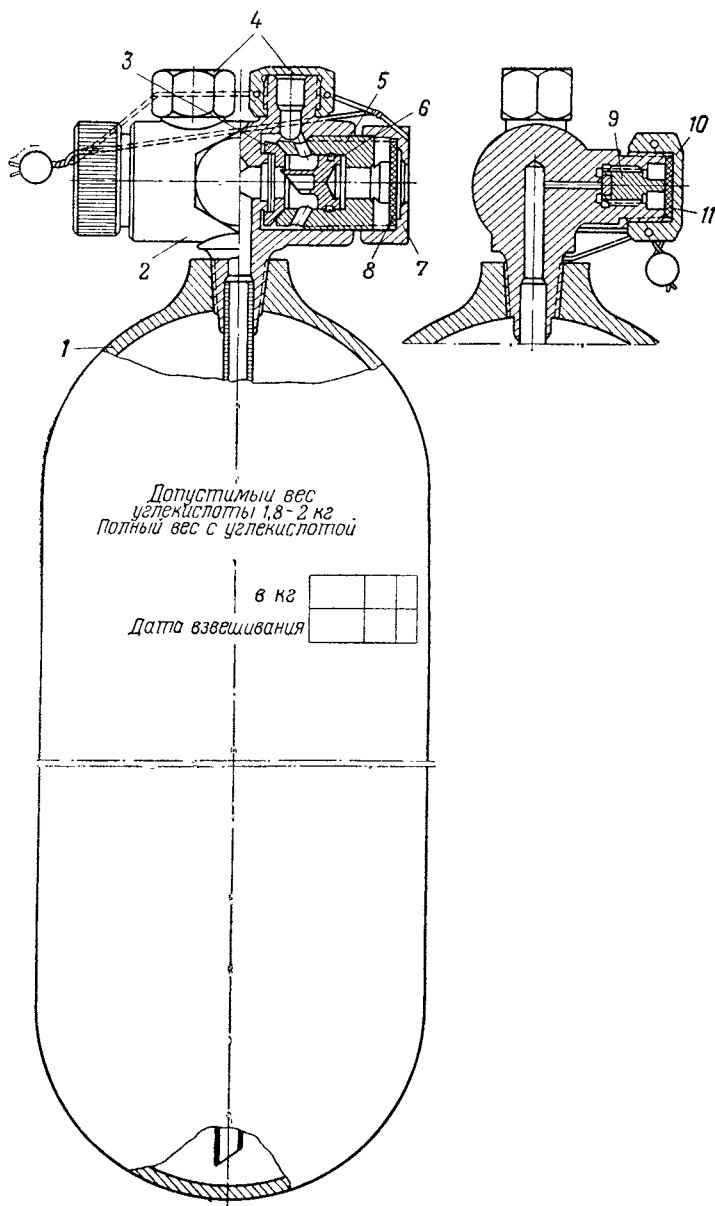

Рис. 197. Баллон для углекислоты:
Каждый баллон заряжен углекислотой в количестве 1,8—2,0 кг. Баллон 1 (рис. 197) снабжен головкой с сифонной трубкой.
При замыкании цепи электрозапала пиропатрон взрывается, поршень 6 (рис. 197) с пробойником перемещается под действием газов, пробивает мембрану и углекислота из баллона по трубопроводу устремляется в то отделение, где возник пожар.
2. Отвернуть накидные гайки 7 (рис. 197), отъединить электропровода и обмотать концы их изоляционной лентой.